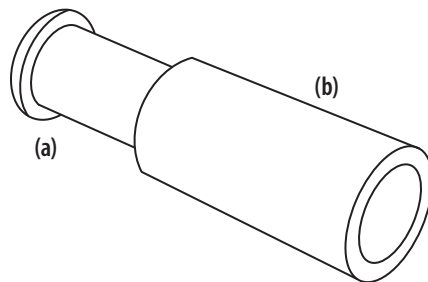

Figure 5-29
- Enlevez le pré-filtre (a) de l'intérieur de l'élément en papier (b). Voir Figure 5-29.